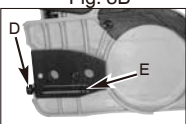

Fig. 3D
3. Med en skrutrekker, vri justeringsskruen (D) MOT KLOKKEN til TANGEN (E) (utstikkende spiss) har nådd slutten av banen sin (Fig. 3D).